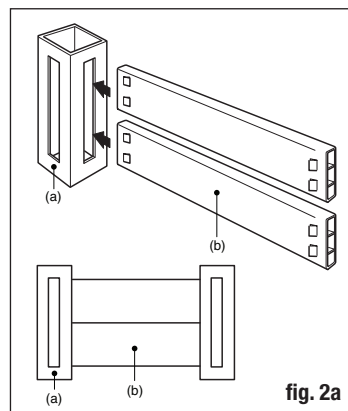

fig. 2a
- Starting on one side, build one wall between two posts by inserting two 4' vinyl rails into the slots of each post (fig. 2a). Each vinyl rail includes tabs at both ends that lock the rails into place.
- Starting on one 4' side, build one wall between two posts by inserting two 4' vinyl rails into the slots of each post. Each vinyl rail includes tabs at both ends that lock the rails into place (fig. 2a).
- Comienza por un lado a ensamblar la pared entre dos postes, insertando dos barandillas de vinilo de 1.22 m en las ranuras de cada poste (fig. 2a). Cada barandilla de vinilo incluye pestañas en ambos extremos para asegurarla en su lugar.
- Comienza por un lado de 1.22 m, ensambla la pared entre dos postes insertando dos barandillas de vinilo de 1.22 m en las ranuras de cada poste. Cada barandilla de vinilo incluye pestañas en ambos extremos para asegurarla en su lugar (fig. 2a).